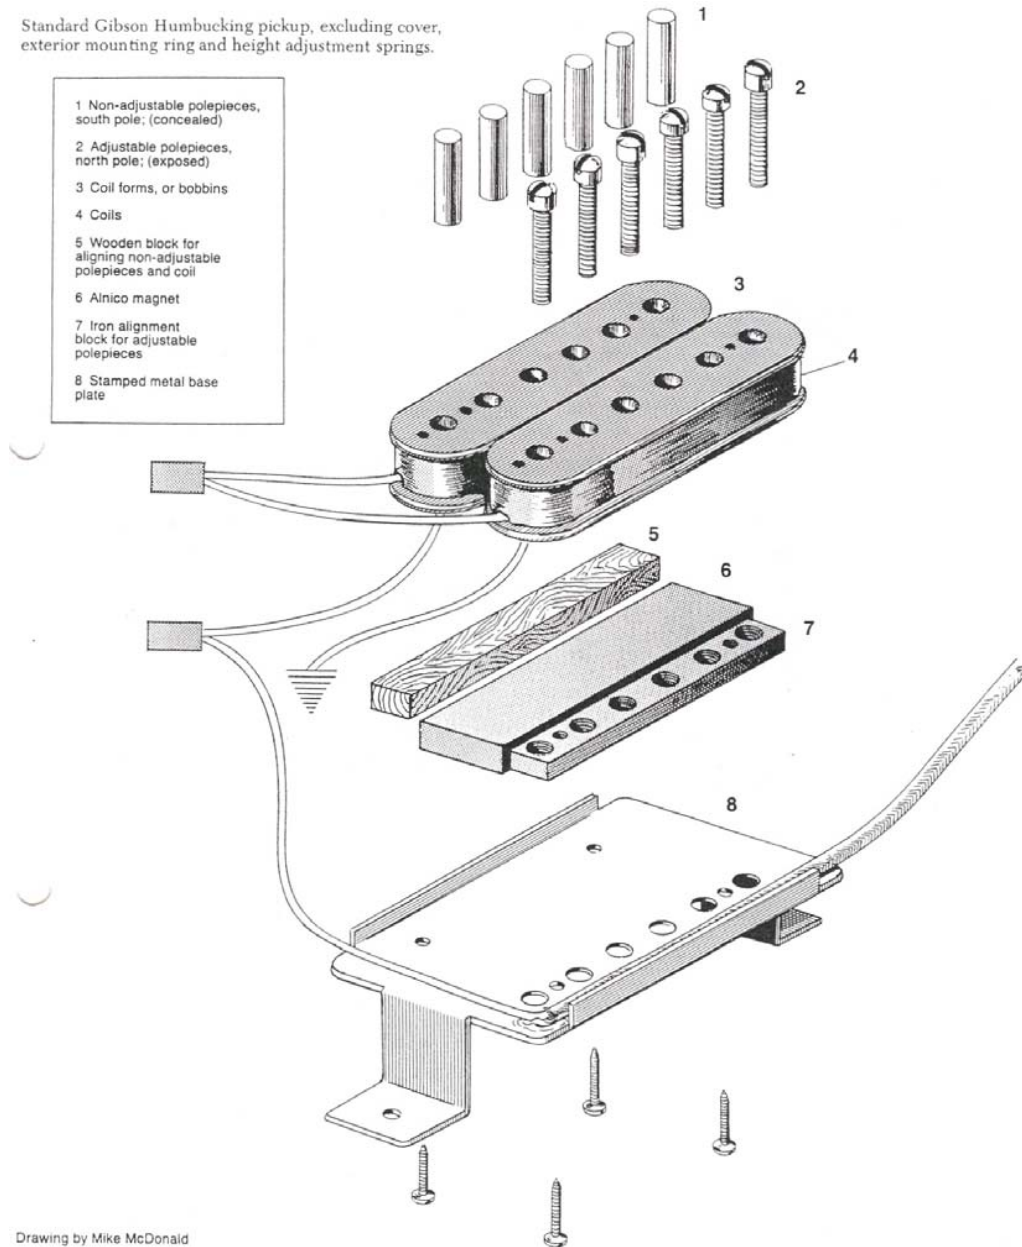
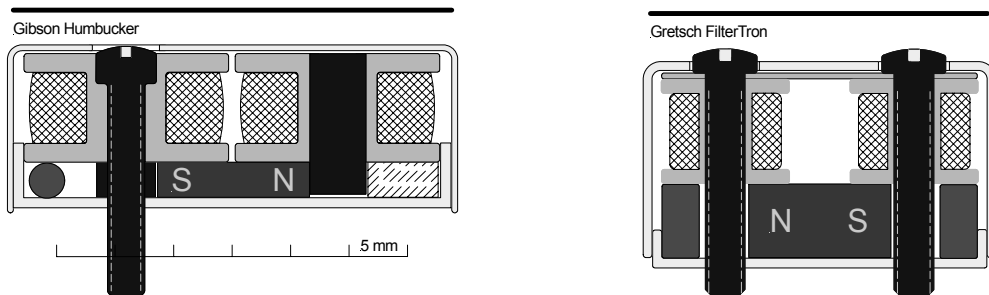

Abb. 5.2.1: Gibson-Humbucker [Zeichnung: Mike McDonald].
Abb. 5.2.2: Querschnitte durch Humbucker. Gibson Typ 490 (links), Gretsch FilterTron (rechts).
**Abb. 5.2.1** zeigt den Aufbau eines Gibson-Humbuckers. Auf einem Bodenblech (8) liegen eine Holzleiste (5) als Abstandshalter, ein Alnico-Balkenmagnet (6), und ein mehrfach durchbohrter Metallblock (7). Darüber sitzen die beiden bewickelten Spulenträger (3), festgehalten durch je zwei Schrauben. In dem einen Spulenträger stecken 6 zylinderförmige Metallstifte, in dem anderen 6 Metallschrauben – namensgebend für **Stiftspule** und **Schraubenspule**. Die in **Abb. 5.2.2** dargestellte Querschnittszeichnung erläutert den Magnetfluss: Der balkenförmige Permanentmagnet ist horizontal polarisiert, so dass sich ein ringförmiger Fluss ergibt, der – am Nordpol beginnend – durch den Stift fließt, um durch Saite, Schraube und Block zum Südpol zurückzukehren. Durch die Saite fließt allerdings nur ein kleiner Teil des gesamten Magnetflusses; der weitaus größte Teil schließt sich als Streufluss durch die Luft. In Gibsons Patentschrift werden zwei gleichartige Stiftspulen gezeigt; produziert hat man den Tonabnehmer dann aber mit zwei unterschiedliche Spulen, um eine individuelle Einstellung der Saitenlautstärke zu ermöglichen. Ein ähnliches Bauprinzip verwendet der in Gretsch-Gitarren eingebaute FilterTron-Humbucker. Er erreicht mit seinen in zwei Reihen angeordneten Schrauben eine vollständige Spiegelsymmetrie, und damit eine bessere Brummunterdrückung. Beide in **Abb. 5.2.2** gezeigten Humbucker sind zur Saite hin durch eine Blechkappe verschlossen.